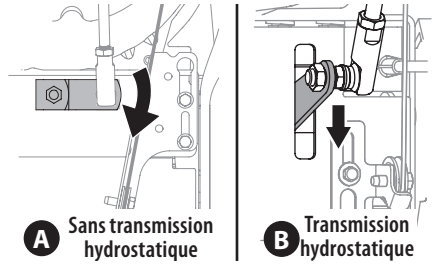

Figure 33
9. Le levier de vitesse, placé à l'arrière de la transmission, doit être complètement tourné vers le bas. Voir Figure 33 (A) pour les modèles sans transmission hydrostatique et Figure 33 (B) pour ceux avec une transmission hydrostatique.